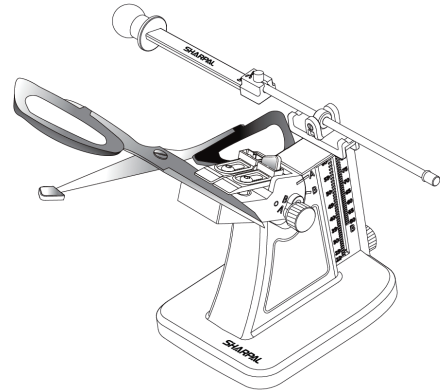

Fig. 1
5. Durante l'affilatura delle forbici, assicurarsi che la lama da affilare sia fissata saldamente. Coprire l'altra punta della forbice con il cappuccio protettivo per prevenire eventuali lesioni (Vedi Fig. 1).